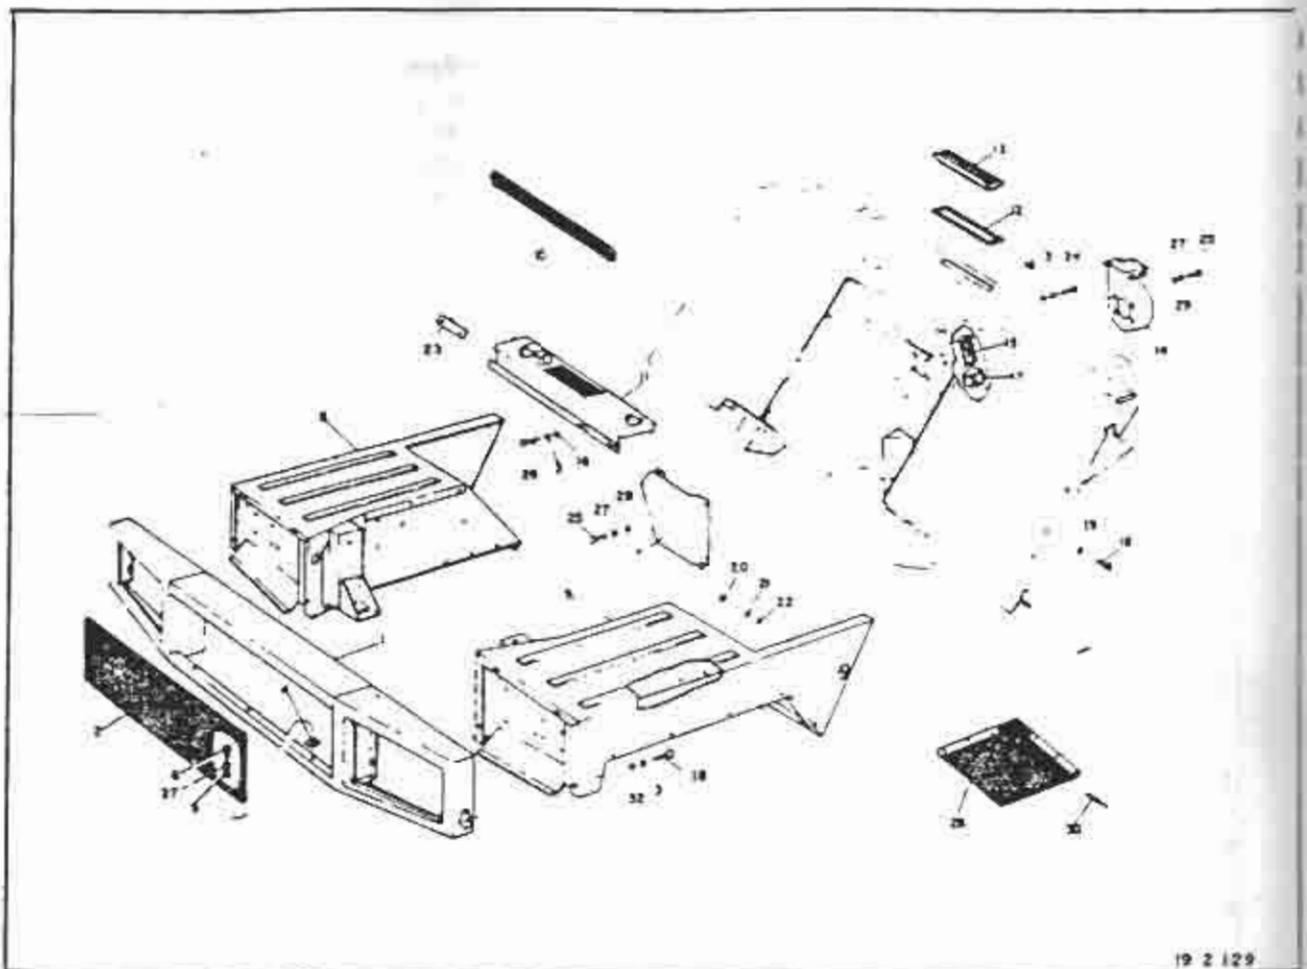

FIGURA 2
Aplicação: Aplicar um cordão contínuo nas junções dos pára-lamas com o quadro dianteiro e a carroçaria principal - ver figura 2 itens 1, 8 e 9.
- guarnições do difusor e da caixa de entrada de ar do sistema de ventilação forçada - ver figura 2, itens 12 e 10.